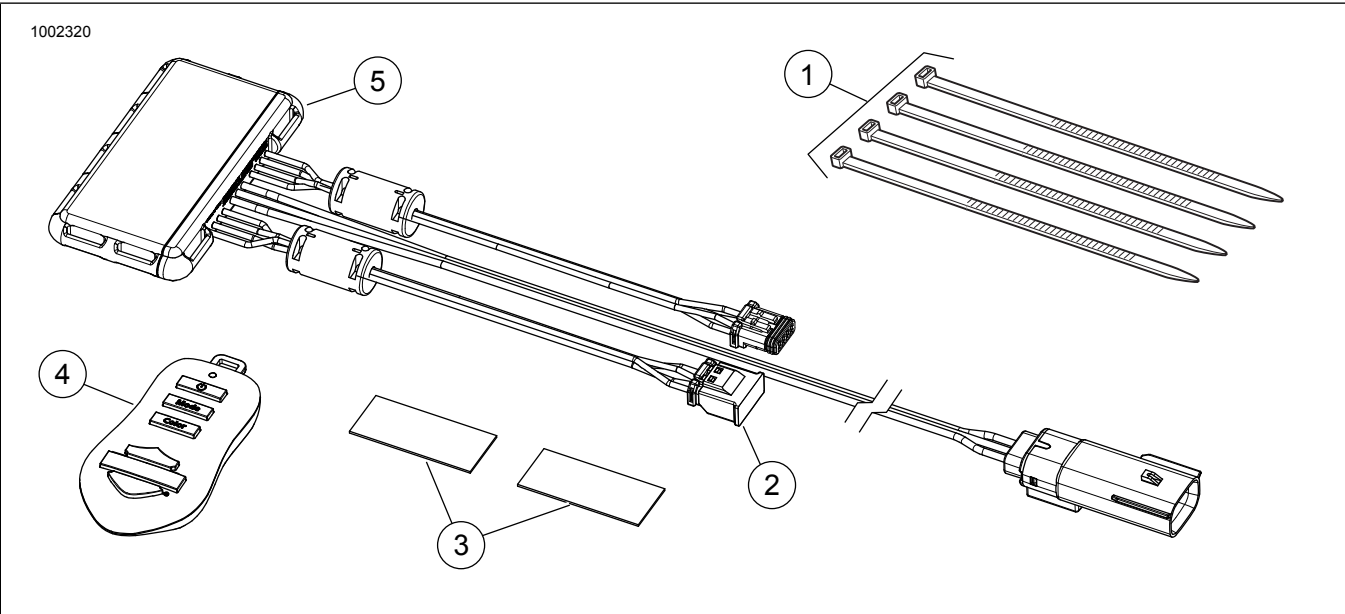

Figura 2. Peças de reposição, Kit do controlador Spectra Glo
Ver a Figura 2. e Tabela 1.
- 5. Ver a Figura 2. Escolha uma localização adequada para montar o controlador (5) por baixo do assento ou por detrás da cobertura lateral esquerda. Use fita adesiva de dupla face (3) fornecida no kit, ou abraçadeiras de cabo (1).